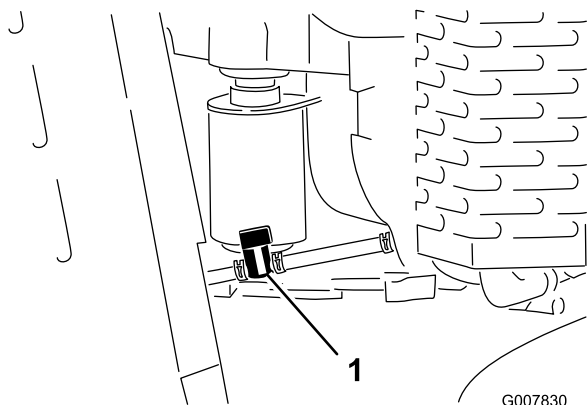

Figure 40
4. Tournez le robinet de vidange en position fermée (Figure 40).
5. Pincez les extrémités du collier de flexible du côté moteur et poussez-le vers le haut de la conduite d'alimentation, à l'opposé du robinet (Figure 40).
6. Débranchez la conduite d'alimentation du robinet (Figure 40). Ouvrez le robinet d'arrivée de carburant et laissez l'essence s'écouler dans un bidon ou un bac de vidange.
3. Tournez le robinet de vidange en position fermée (Figure 40).
7. Tournez le robinet de vidange en position ouverte (Figure 40).